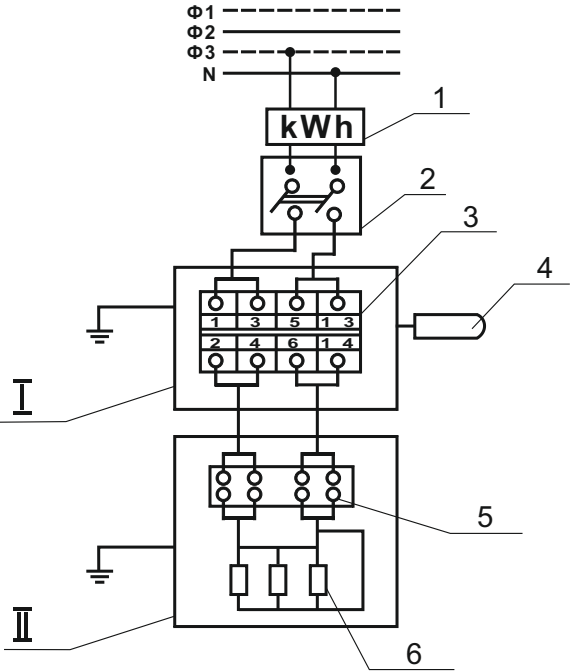

Рис. 1
- Подключение ЭНУ и ПУ необходимо выполнить в соответствии с рис.1. Провода, подключаемые к ЭН, включая заземляющий провод, должны быть в термостойкой изоляции, сечениями не ниже, указанных в настоящем руководстве. Концы проводов, подключаемые к ЭН и ПУ должны быть либо облужены, либо оборудованы наконечниками.